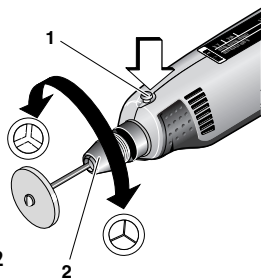

Fig. 2
Arretierknopf 1 (Fig.2) niemals drücken, solange das Gerät läuft.
1. Bohrfutter 2 (Fig. 2) leicht drehen und dabei gleichzeitig den Arretierknopf (1) drücken, bis dieser einrastet.